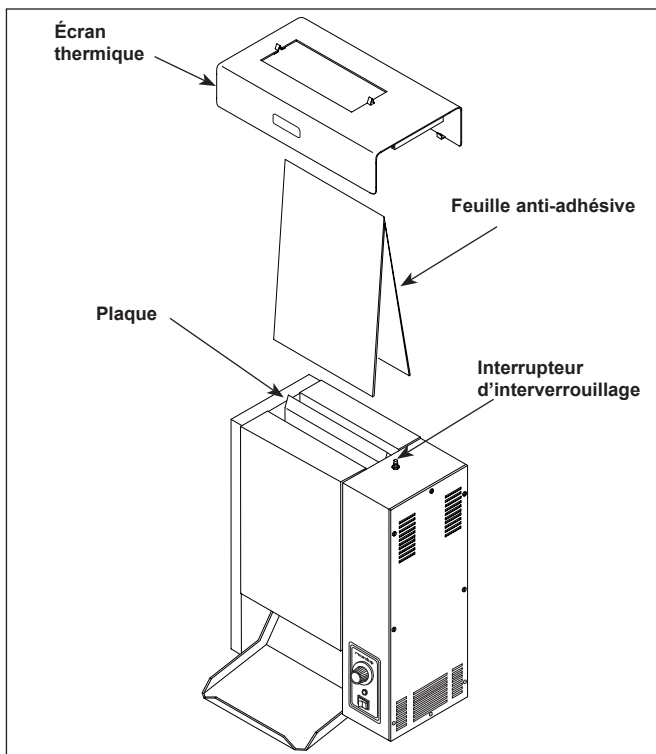

Figure 7. Retrait/installation de la feuille anti-adhésive
1. Assurez-vous que l'appareil est éteint et froid et que le cordon d'alimentation est débranché. Mettez des gants de four. Retirez la feuille anti-adhésive (Figure 7).
7. Installez la feuille anti-adhésive en enveloppant les deux côtés de la plaque et en centrant directement le pli sur la plaque (Figure 7).
8. Installez l'écran thermique (Figure 7). Les clips de l'écran thermique s'enclenchent sur le dessus de la plaque et maintiennent en place la feuille anti-adhésive.
**IMPORTANT :** Assurez-vous que l'écran thermique active l'interrupteur d'interverrouillage de sécurité des transporteurs (Figure 7). Les transporteurs ne tournent pas sans l'écran thermique en place et l'activation de leur interrupteur d'interverrouillage de sécurité.